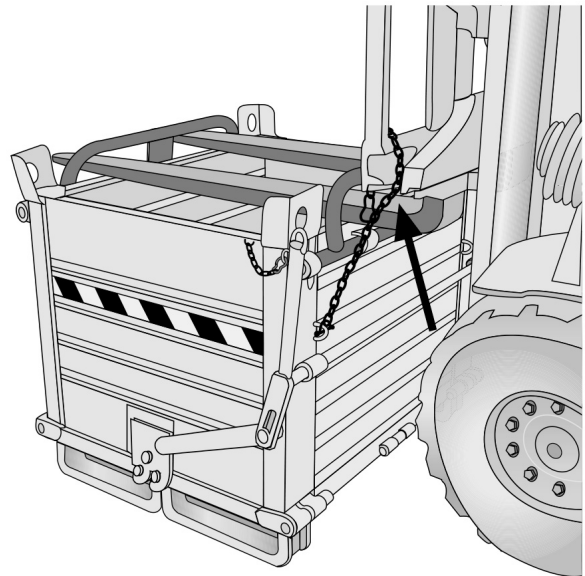

Fig.6.2.4
- 6.2.5 Togliere il moschettone di sicurezza dalla leva di sgancio fondelli (**fig. 6.2.4**).
- 6.2.5 Remove the safety spring clip from the release lever of the bottoms (**fig. 6.2.4**).